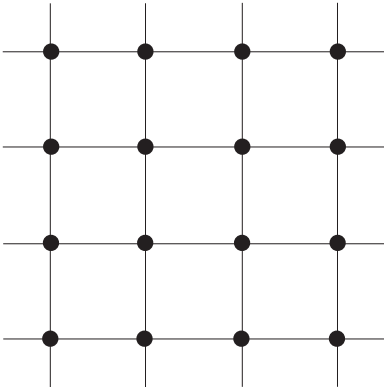

Figure 6
- Ne pas tenir l'aérographe trop proche du papier ou tenir le levier complètement vers l'arrière et en bas. Ceci causera la formation et l'étendage de "flaques". Voir Figures 6 et 7.